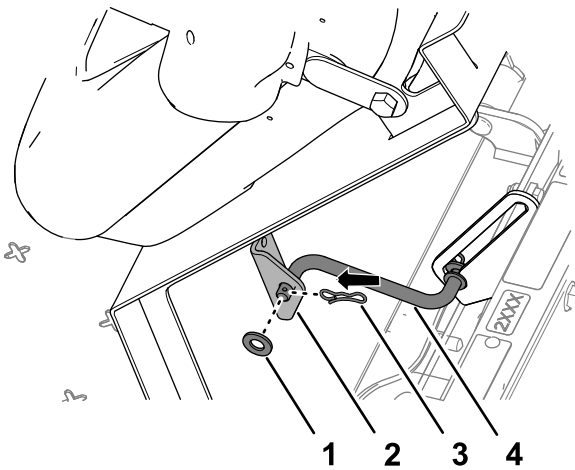

Figure 221
5. Fixez la béquille au support du siège avec la rondelle et la goupille fendue (Figure 221).